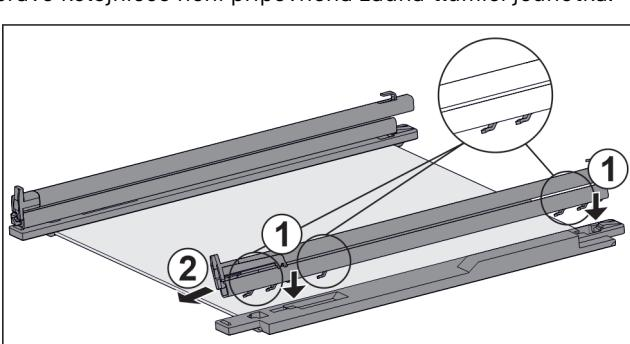

Fig. 114 Skleněná deska s kolejničkami a přídržnými díly
► Nasadte háčky kolejničky na otvory **levého** přídržného dílu. Fig. 114 (1)
- Vytáhněte kolejničku dopředu. Fig. 114 (2)
- Nasadte háčky kolejničky na otvory **pravého** přídržného dílu. Fig. 114 (1)